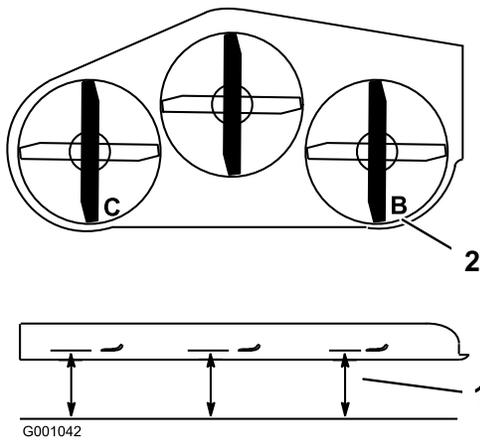

Bild 76
- Stellen Sie das rechte Schnittmesser in Längsrichtung (Bild 76).
- Messen Sie das rechte Messer an der Stelle **B** von einer ebenen Oberfläche bis zur Schnittkante der Messer (Bild 76).
- Stellen Sie das linke Schnittmesser in Längsrichtung (Bild 76).
- Messen Sie das linke Messer an der Stelle **C** (Bild 76) von einer ebenen Oberfläche bis zur Schnittkante der Messer.